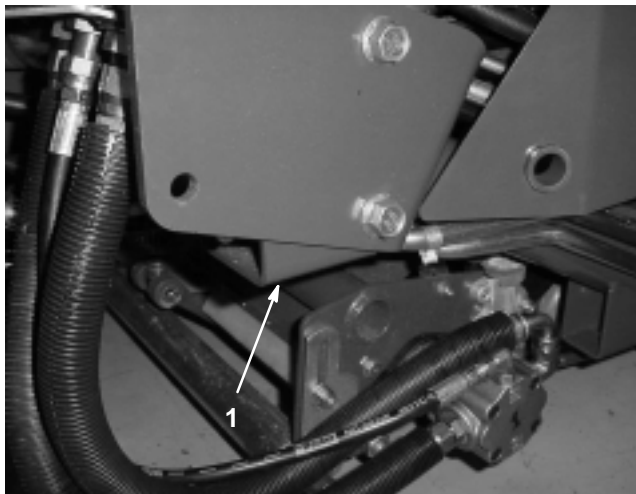

Figure 40
- Côté droit – sous le support de l'arceau de sécurité anti-retournement (ROPS) (Fig. 40)